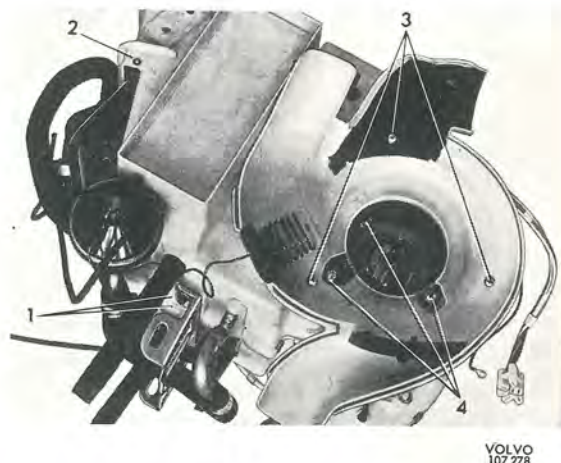

Bild 40. Isärtagning av centralenhet
2. Skruva ur de två vänstra skruvarna för tunnelkonsolen (1 bild 40).
3. Demontera luftintagets vänstra spjällaxellåsning (2).
4. Lossa skruvarna (3) för inre gaveln och lyft av denna.
5. Skruva loss fläktmotorns hållare (4).